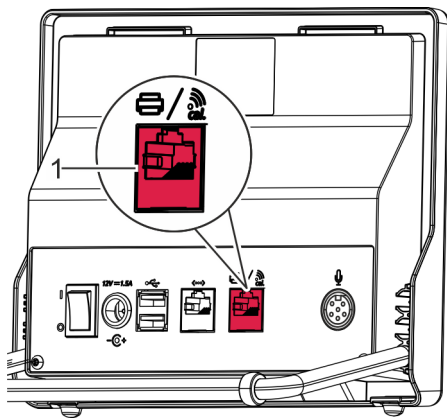

Fig. 12: Interfaz de la impresora
2. ➔ Introducir el cable de la impresora en el puerto de la impresora (Fig. 12/1).